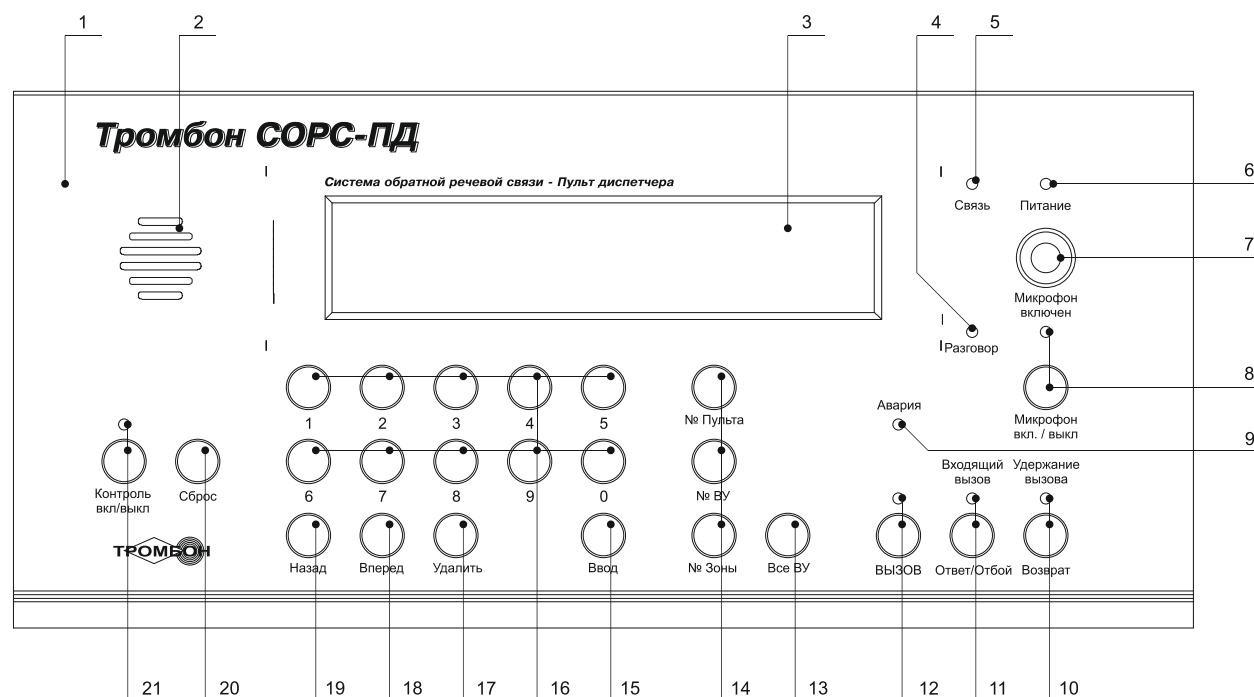

Рис. 1. Вид на лицевую панель Пульта.
4). Включите питание на Блоке ЛБС. Проконтролируйте свечение индикатора «Питание» и мигание индикатора «Связь» на лицевой панели Пульта (поз. 5, 6 рис. 1).
В нормальном режиме работы системы на лицевой панели пульта не должен гореть индикатор «Авария» (рис. 1, поз. 9).